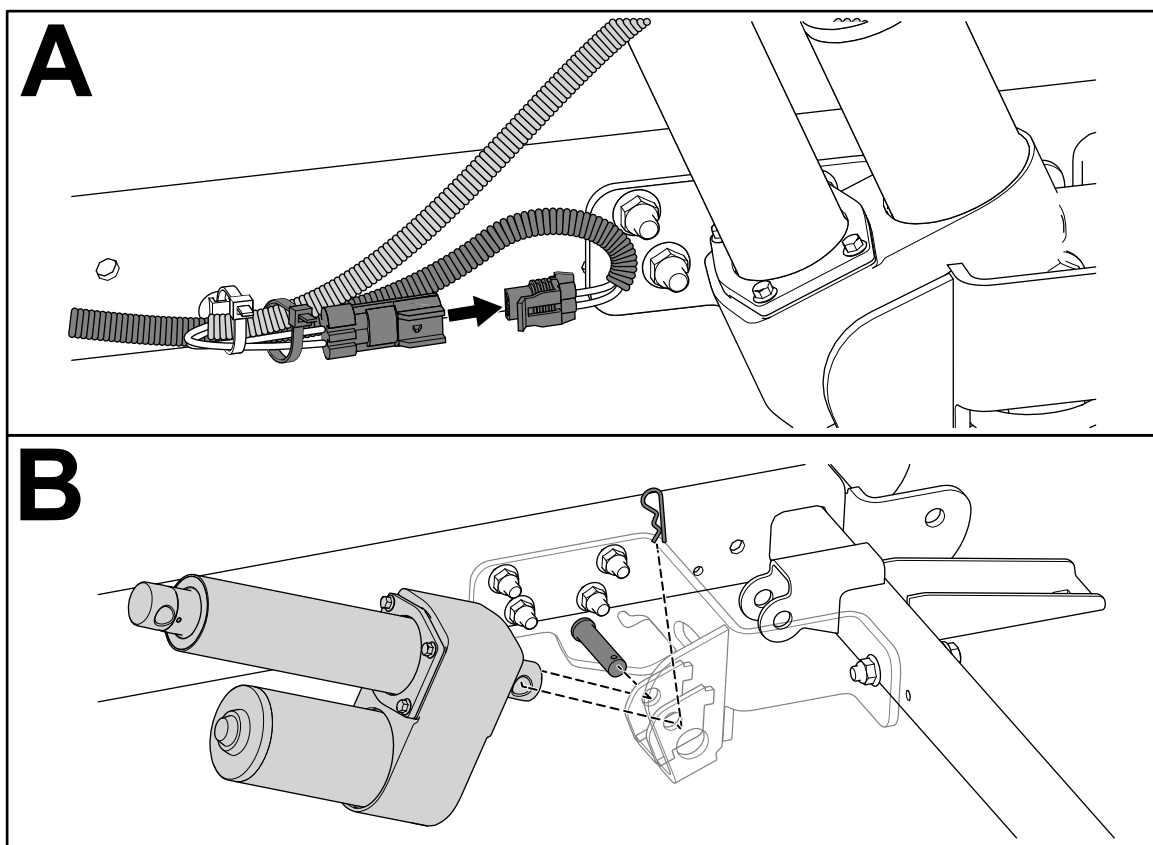

Bild 4
5. **Falls zutreffend**, entfernen Sie den elektrischen Hubzylinder, wie in **Bild 4** dargestellt.